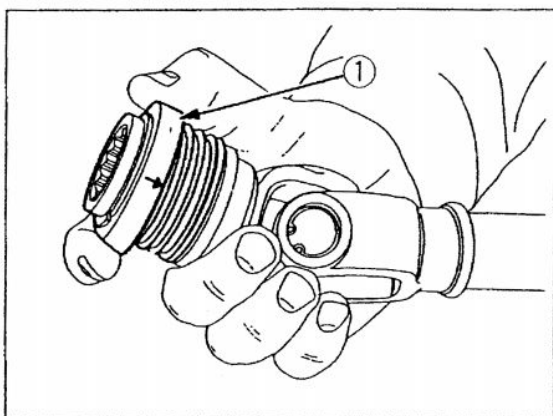

Figure 9
1. While pulling the coupler ①, Figure 9, push the joint onto the PTO shaft until the coupler locks.
1. En tirant la coupleur ①, Figure 9, pousser le raccord sur l'arbre de PTO jusqu'à ce que le coupleur se verrouille.